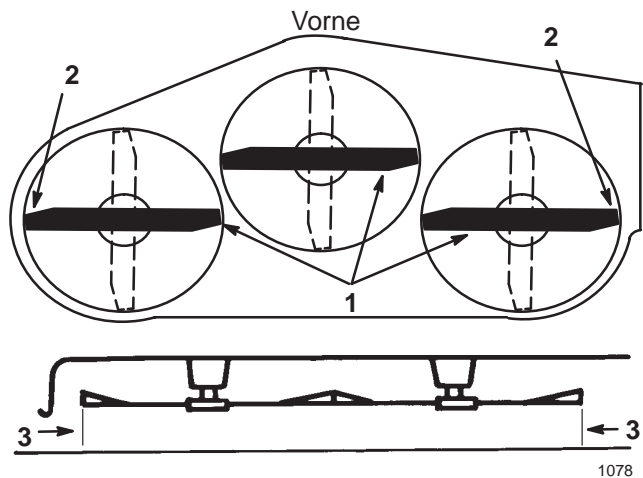

Bild 39
6. Drehen Sie die Schnittmesser vorsichtig von einer Seite zur anderen (Bild 39). Messen Sie den Abstand zwischen den äußeren Schnittkanten und der ebenen Oberfläche (Bild 39). Wenn beide Messwerte nicht innerhalb von 4,75 mm liegen, ist eine Einstellung erforderlich. Siehe Schritte 7 und 8.